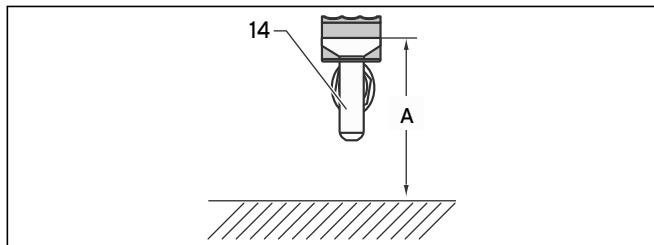

Abb. 4.3 Montage des Ablauftrichters
- Montieren Sie den Ablauftrichter (14) gemäß Abb. 4.3 und Tab. 4.2.